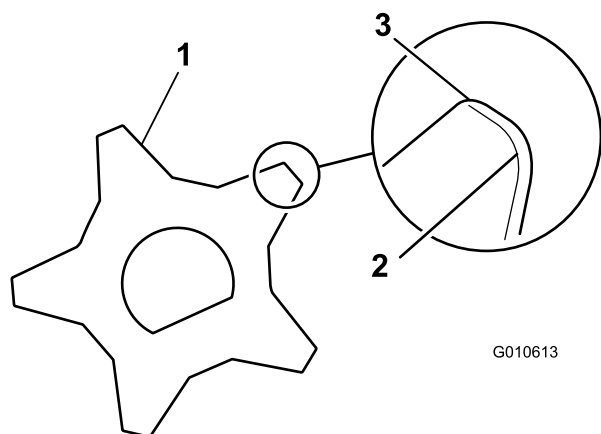

Figura 37
13. Monte el eje en orden inverso para colocar el filo menos desgastado de las cuchillas hacia adelante (Figura 37).